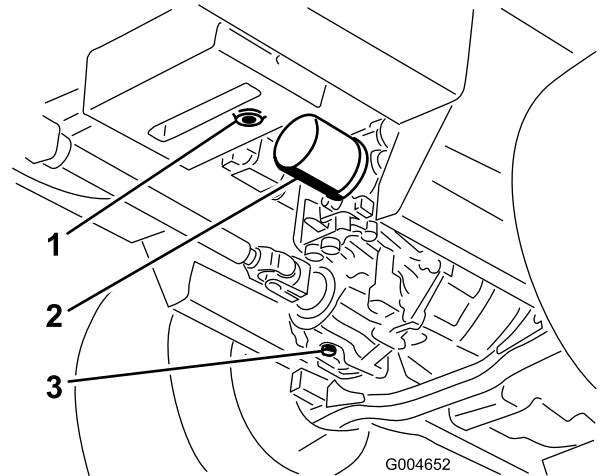

図 70
置き、それぞれのドレン・プラグを外してタンク内のオイルを完全に排出、回収する(図 70)。
4. 油圧オイル・フィルタの取り付け部周辺をきれいに拭いてフィルタを取り外す(図 70)。